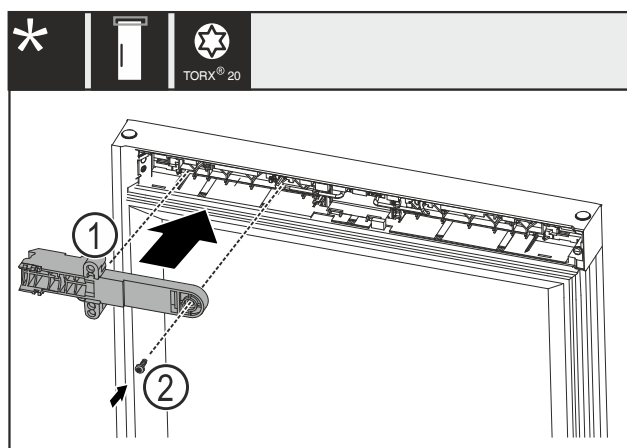

Fig. 23
- 将锁固定件 Fig. 23 (1)转动 180°，然后固定在对面。
- 将锁固定件 Fig. 23 (1)用螺钉 Fig. 23 (2)固定。